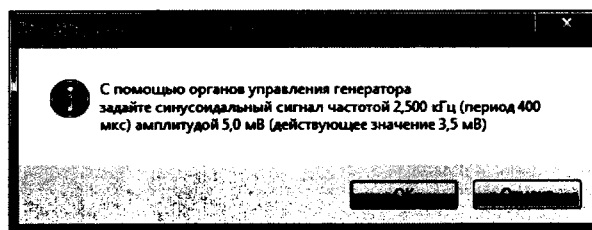

Рисунок 24 - Окно «Измерение [5 мВ (3,5 мВ)] [400 мкс]»
4.7.6 Нажать на панели задач кнопку «Запустить», после чего появится окно «Измерение 5,0 мВ (3,5 мВ) 400 мкс» (Рисунок 24).